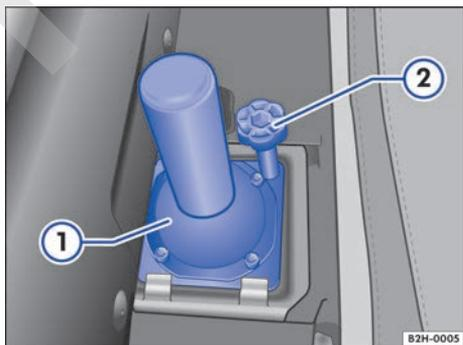

Fig. 151 Detrás del respaldo del asiento trasero (vehículos con cabina doble): crিকে ①.
Críque (solo en los vehículos con rueda de auxilio).	– Abata hacia delante el respaldo del asiento trasero ⇒ página 66. – Desenrosque completamente el tornillo de sujeción ⇒ fig. 151 ② y retire el críque ① de su soporte.